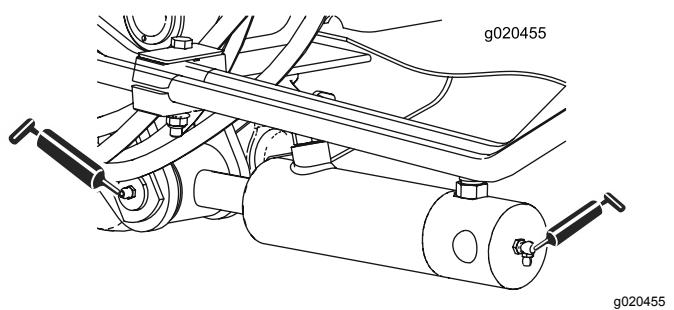

Figura 69
- Dois (cada lado) casquilhos do cilindro do braço de elevação (Figura 69)